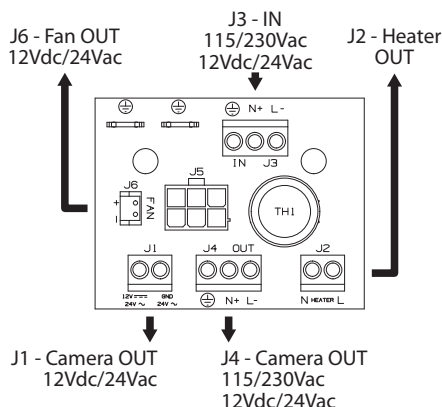

Fig. 06
Inserire il connettore a 6 poli del cavo dell'alimentatore nel corrispondente connettore sul circuito di appoggio, indicato con J5 (Fig. 06, pagina 6).
Collegare il morsetto FAN (J6) del circuito di appoggio (Fig. 06, pagina 6) sulla slitta della custodia in modo da garantire una corretta circolazione dell'aria all'interno.
**In corrispondenza della morsettiera indicata con J4 sul circuito di appoggio (Fig. 06, pagina 6) è possibile prelevare la tensione di alimentazione principale derivante da una sorgente esterna. Alimentando il circuito da una sorgente esterna è necessario prestare attenzione al tipo di tensione utilizzata e a seconda delle esigenze impiegare il kit di alimentazione corretto.**
Effettuare le connessioni elettriche per il funzionamento del sistema di raffreddamento sul morsetto indicato con J3 (Fig. 06, pagina 6). Nel circuito c'è la possibilità di prelevare l'alimentazione per una telecamera sul morsetto indicato con J4. È possibile anche prelevare l'alimentazione per il sistema di riscaldamento opzionale, morsetto indicato con J3.